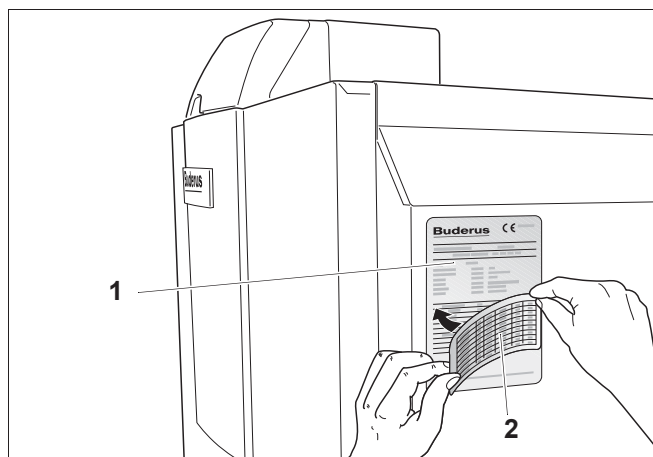

Рис. 28 Замена заводской таблички
- Проверьте, соответствует ли фактический вид газа виду газа, указанному на заводской табличке "Вид газа" (рис. 28).
- Наклейте заводскую табличку (прилагается к технической документации) на боковой стороне в указанное место (см. рис. 28).